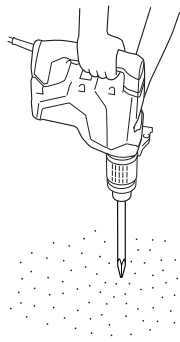

Fig. 6
- Comment buriner ou démanteler (Fig. 6)